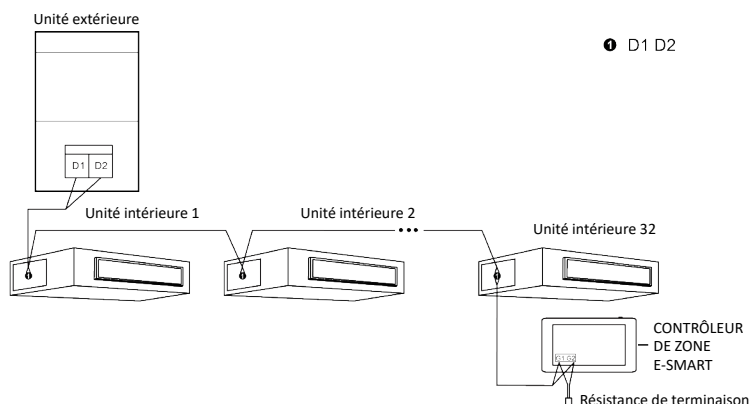

Fig.3.4 Contrôleur centralisé raccordé au réseau d'UI
- ① Le contrôleur centralisé intelligent est applicable aux unités multi-VRF, connectable au réseau d'UI, au réseau d'UE ou au réseau de convertisseur de mode. Un même contrôleur centralisé est capable de contrôler jusqu'à 16 systèmes d'unités extérieures et jusqu'à 32 unités intérieures.
- ② Si le contrôleur centralisé doit être raccordé au réseau des unités intérieures, effectuez les branchements selon la fig. 3.4. Le contrôleur peut se connecter à n'importe quelle unité intérieure en série, c'est-à-dire en connectant les ports G1 et G2 du contrôleur aux ports D1 et D2 avec les fils de communication. Lorsque le contrôleur est connecté à l'unité terminale du réseau d'UI, une résistance correspondante doit être ajoutée aux fils de communication sur les ports G1 et G2.